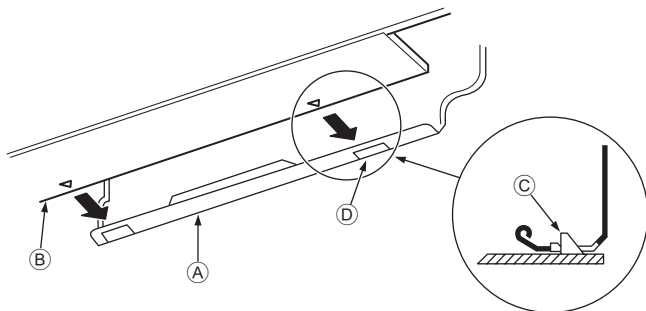

Fig. 3-10
- Al introducir las tuberías de refrigerante y la manguera de drenaje en el orificio de penetración en la pared (manguito de penetración), cuelgue la parte superior de la unidad interior en la placa de montaje ①.
- Fije la unidad en la placa de montaje ① empujando la parte inferior de la unidad. (Fig. 3-10)
- * Asegúrese de que los tiradores de la parte inferior de la unidad interior estén bien enganchados en la placa de montaje ①.